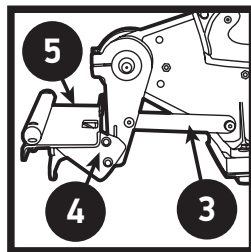

Figura 4
5. Con ayuda de una llave Allen de 3/16", quite dos tornillos del bloque de montaje del brazo de soporte de la mesa y fije la mesa de soporte de la cuchilla cortadora. Ajuste bien y asegúrese de colocar las arandelas en el exterior del soporte de la mesa de soporte de la cuchilla cortadora. (Figura 4)